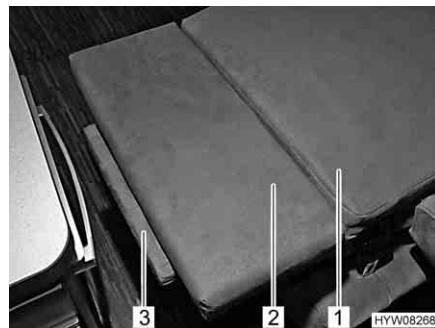

Fig. 48 Allargamento letto
- Sfilare l'allargamento del letto (Fig. 48,3) lateralmente per estrarrelo dallo schienale (Fig. 48,1).
- Posizionare il cuscino aggiuntivo (Fig. 48,2) sull'allargamento letto.
- Togliere il cuscino aggiuntivo (Fig. 48,2) e spingere l'allargamento del letto (Fig. 48,3) nello schienale.